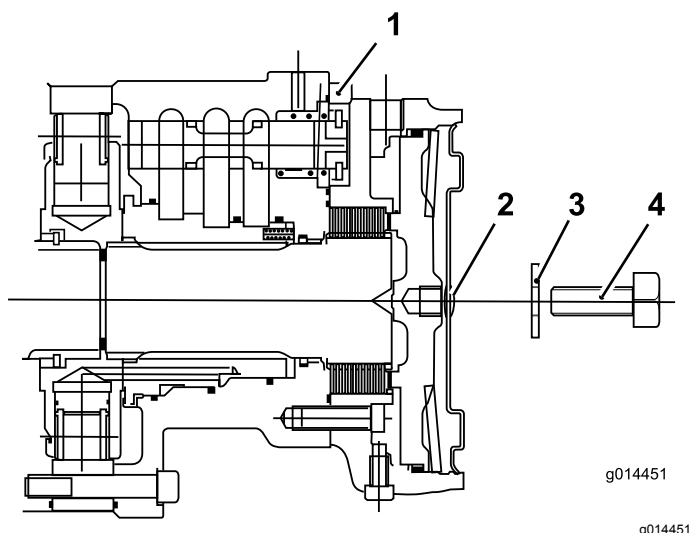

Figura 38
- C. Monte el tapón hexagonal en la placa de extremo del motor (Figura 38).